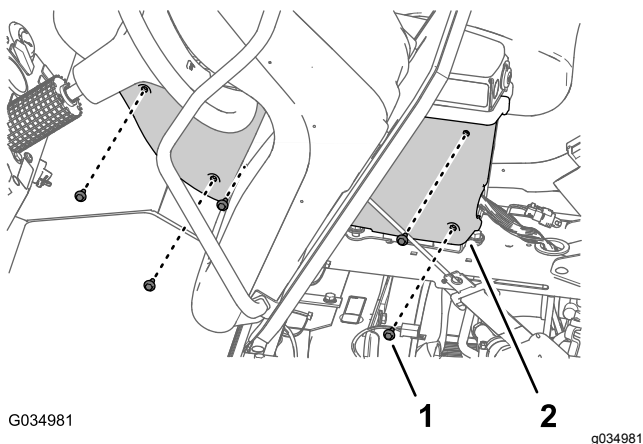

図 112
2. カバーを中央コンソールの左側に固定しているフランジヘッドボルト  $\frac{1}{4}$ " x  $\frac{3}{4}$ " 5本を外す 図 112。